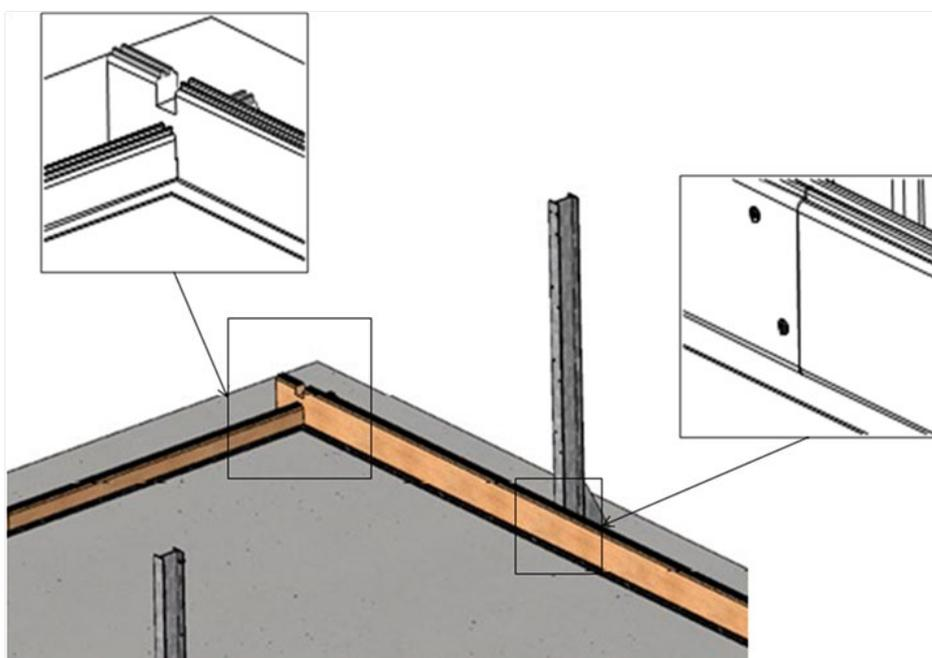

Figure 10 – Verrouillage des madriers entre eux
- entre elles comme indiqué à la Figure 10, à l'aide de 2 vis par paire de lames, et sur les deux côtés comportant chacun 10 lames de hauteur, soit un total de 80 vis à tête fraisée 5 × 40 en inox A4 torx filetées sur 25 mm (sachet C) ;